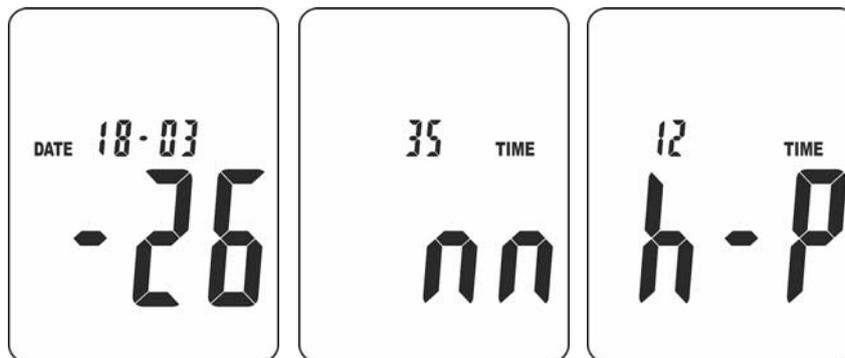

Fig. 3: Configuración hora de sistema
2. Manteniendo pulsada la tecla **SET** encienda el instrumento con la tecla **ON/OFF**. Suelte la tecla **SET** con el mensaje “TIME” presente. La siguiente pantalla (ver Fig. 3 – parte izquierda) que indica la fecha actual (ej.: 26/03/18) se muestra en el visualizador
3. Pulse la tecla **SET** para entrar en la sección de Configuración de los “Minutos”. La pantalla de Fig. 3 – parte central) se muestra en el visualizador
4. Pulse la tecla **LEV** para configurar el valor de los minutos y la tecla **SET** para avanzar a la programación de la hora (ver Fig. 3 – parte derecha)